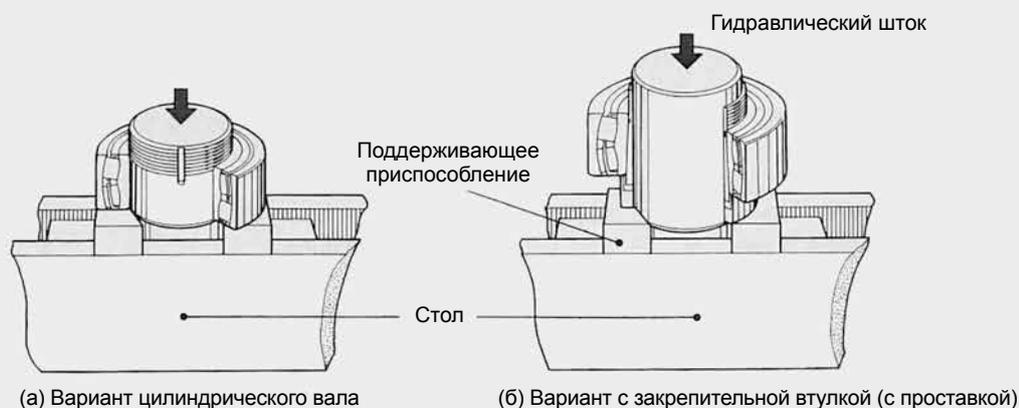

Рис. 7.6 Способ прессования
7.2.4 Способ прессования (Рис. 7.6)